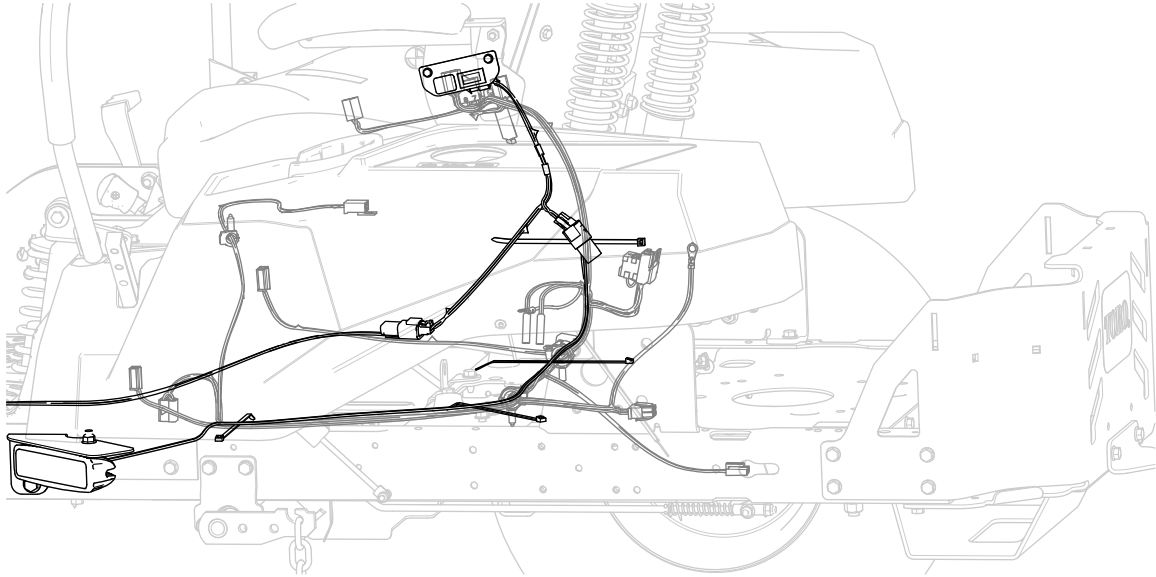
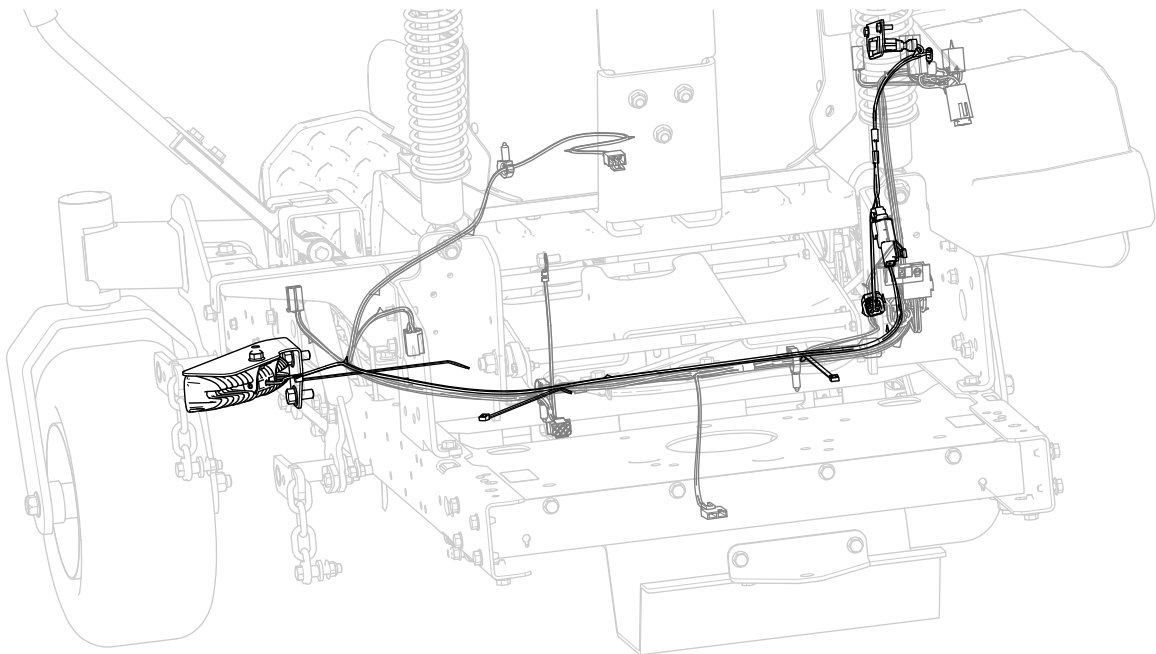

Figure 9
Figure 10
1. En commençant sur le côté gauche, faites passer le faisceau de câblage près du réservoir de carburant, le long du faisceau principal de la machine (Figure 9).
2. Poursuivez sous le plateau du siège en direction des commandes (Figure 10).
3. Continuez jusqu'à ce que le faisceau de câblage atteigne les commandes (Figure 10).
4. Attachez le faisceau de câblage au faisceau principal de la machine à l'aide de 4 serre-câbles, comme montré à la Figure 9 et la Figure 10.
5. Branchez le fil du faisceau de l'éclairage latéral au connecteur du faisceau de câblage du kit d'éclairage (Figure 10).